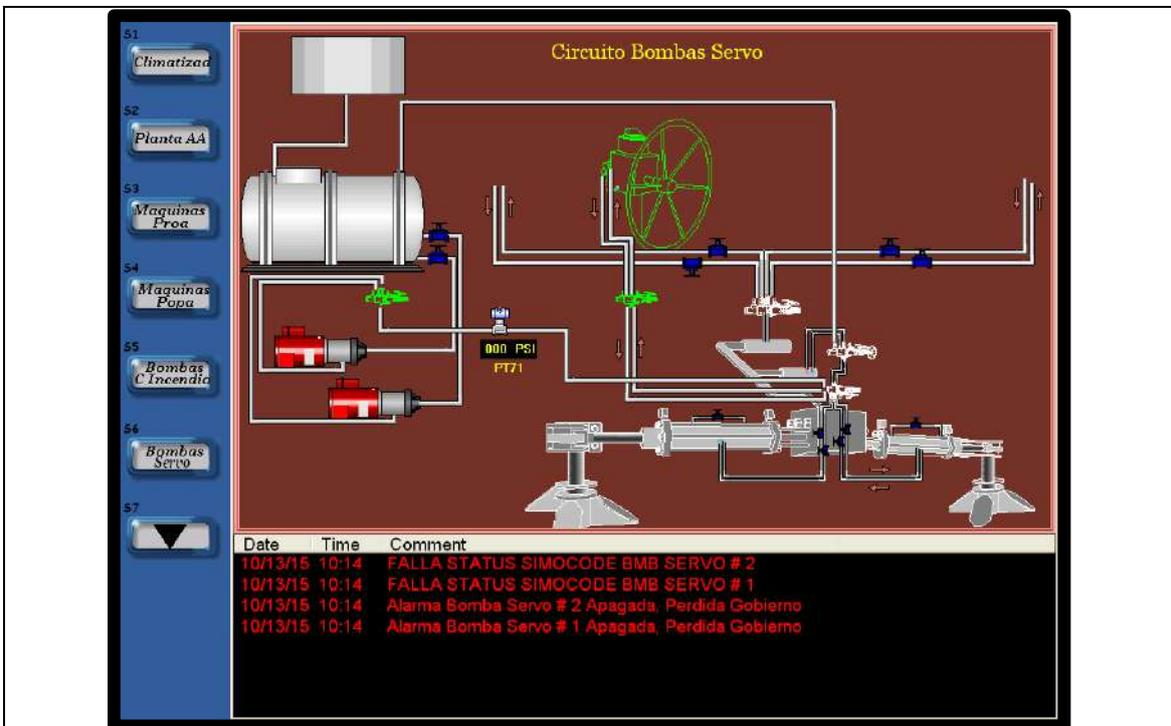

Figura II-15. Pantalla de Visualización de Alarmas.
- **Pantalla de Visualización de Alarmas (figura II-15):** permite realizar la visualización de las alarmas preventivas, correctivas y accionamientos que se producen en el tiempo en los diferentes procesos de los sistemas.